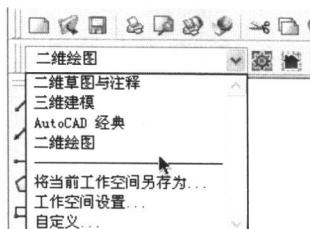

图 1.8 工作空间工具栏
- (12) 在工作空间下拉列表框中会看到增加的工作空间名称【二维绘图】选项，如图 1.8 所示。